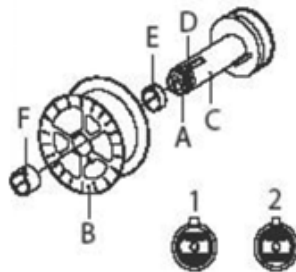

рис.6
Откройте боковую панель сварочного аппарата. Раскрутите стопорное кольцо (А) держателя катушки (положение 1). Снимите втулку (Е, если она имеется). В случае если Вы заменяете катушку с проволокой, освободите ее, нажав на язычок (D) рис.6.
Снимите пластиковую защиту с катушки и установите катушку с проволокой на держатель. Закрепите втулки (Е/Е - только для 5кг катушек; маленькая втулка Е должна быть установлена между катушкой и держателем катушки.) Завинтите стопорное кольцо (А), поместив его в положение 2, рис.6.